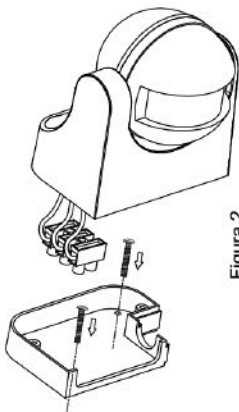

Figura 2
- 3 Fissare la base alla parete con viti ad espansione nel punto scelto (vedi Figura 2).